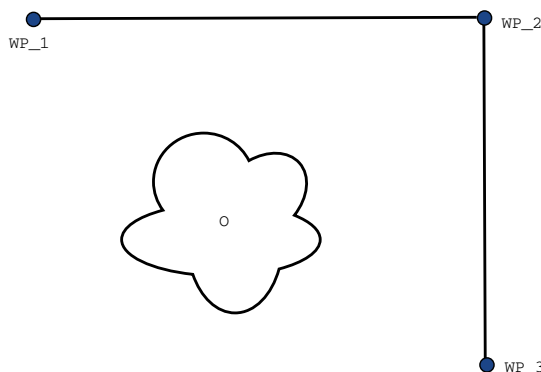

图 14.2: WP\_1: 初始位置, WP\_2: 通过点, WP\_3: 拾取位置, O: 障碍物。
**示例** 以一个拾取和放置应用为例（参见图 14.2），在这里，机器人当前位于路点 1（WP\_1），它需要在路点 3（WP\_3）拾取一个对象。为避免与物体和其它障碍物（O）发生碰撞，机器人必须从路点 2（WP\_2）的方向接近 WP\_3。因此引进三个路点来创建一个满足要求的路径。